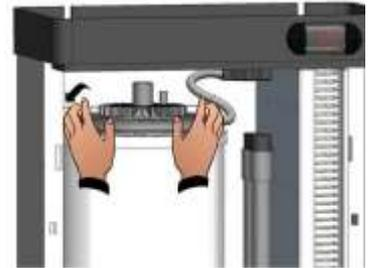

Fig. 30
3. Sganciare la molla posteriore di fissaggio dalla flangia vapore superiore facendola scorrere all'esterno del cilindro (Fig.30).